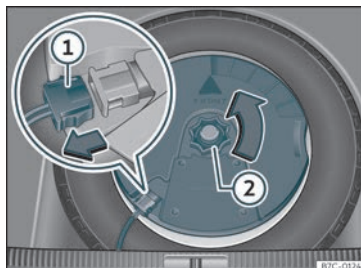

Fig. 228 Na bagageira: desmontar o subwoofer.
• Desligue o cabo do altifalante *subwoofer* »» Fig. 228 ①.
• Rode a rodinha de fixação no sentido contrário ao dos ponteiros do relógio »» Fig. 228 ②.